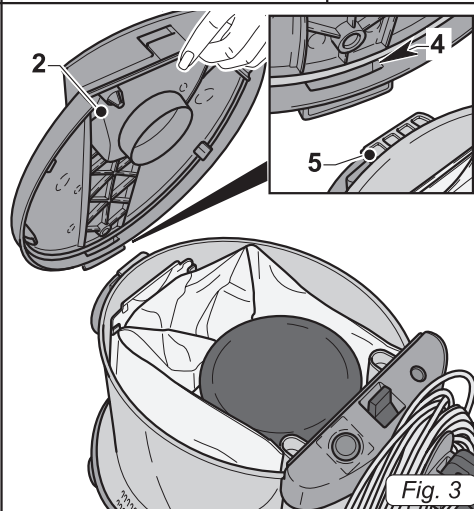
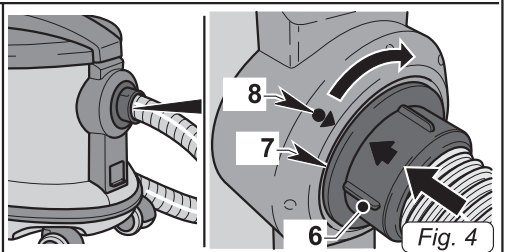

Fig. 3
Fig. 4
- Снова установить крышку (2 Рис. 3), совместив имеющуюся на крышке канавку (4 Рис. 3) и защелку (5 Рис. 4), расположенную на отсеке; затем толкать ее вниз до тех пор, пока не послышится щелчок фиксации.
- Вставить шланг со штыковым соединением (6 Рис. 4) в отверстие (7 Рис. 4) отсека так, чтобы стрелка на шланге (6 Рис. 4) совпадала со стрелкой (8 Рис. 4) на крепежном зажимном кольце; затем повернуть шланг по часовой стрелке до его фиксации.
- Удалить всасывающую трубку, повернув шланг (6 Рис. 4) против часовой стрелки.